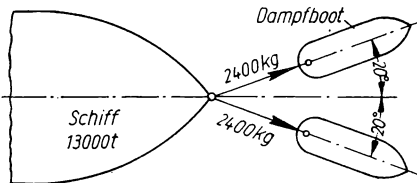

Bild 54
**184.** Ein 13000 t schweres, stillliegendes Schiff soll durch zwei Dampfboote von je 2400 kg Zugkraft fortgeschleppt werden. Letztere ziehen unter einem Winkel von je  $20^\circ$ , von der Fahrrihtung des Schiffes symmetrisch seitlich abweichend (Bild 54). a) Welche Mittelkraft liefern die beiden Zugkräfte der Dampfboote? b) Wie groß ist die Masse des Schiffes? c) Welche Beschleunigung erfährt das Schiff bei Vernachlässigung des Wasserwiderstandes?